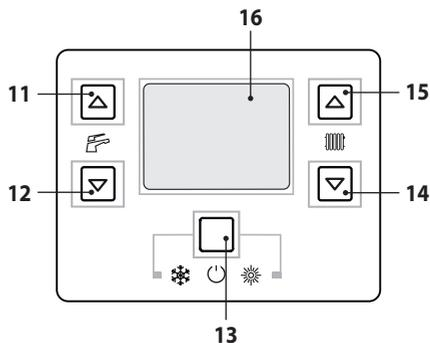

Figura 7.2
- Entrare in "modalità programmazione" premendo contemporaneamente per 10 secondi i tasti 13-14-15 (Figura 7.2) fino a far apparire sul display LCD le lettere **P01** che si alternano con il valore del parametro, indicanti l'entrata nel "parametro 01" (Figura 7.3).
- Premere il tasto 14 o 15 (Figura 7.2) per scorrere i parametri fino al parametro **P09** che si alternano con il valore del parametro, indicanti l'entrata nel "parametro 09" (spazzacamini, **00** = spazzacamino non attivo) (Figura 7.4).
- Utilizzare i tasti 14 o 15 (Figura 7.2) fino a portarsi allo stato **dP** (spazzacamino attivo in massimo sanitario) e premere il tasto 13 per confermare. Sul display appare **dP** alternato alla temperatura massima in sanitario.
- Premere il tasto 15 (Figura 7.2) per scorrere i parametri fino al parametro **P09** (spazzacamini) (Figura 7.4).
- Agire sui tasti 15 o 14 (Figura 7.2) per incrementare o decrementare il valore. Attendere 3 secondi per stabilizzare la pressione del gas quindi leggere il valore sul manometro gas. **Ricordarsi di mantenere l'andamento in salita.**
- Premere il tasto 12 (Figura 7.2) per 5 secondi per memorizzare il valore.
- Premere il tasto 11 (Figura 7.2) per passare alla taratura del minimo gas. Il display visualizza S-L alternato al parametro potenza minima assoluta (Figura 7.14).
- Agire sui tasti 15 o 14 (Figura 7.2) per incrementare o decrementare il valore. Attendere 3 secondi per stabilizzare la pressione del gas quindi leggere il valore sul manometro gas. **Ricordarsi di mantenere l'andamento in discesa.**
- Premere il tasto 11 (Figura 7.2) per verificare il valore massimo impostato ed eventualmente correggerlo seguendo la procedura sopra descritta.
- Premere il tasto 11 (Figura 7.2) per verificare il valore minimo impostato ed eventualmente correggerlo seguendo la procedura sopra descritta.